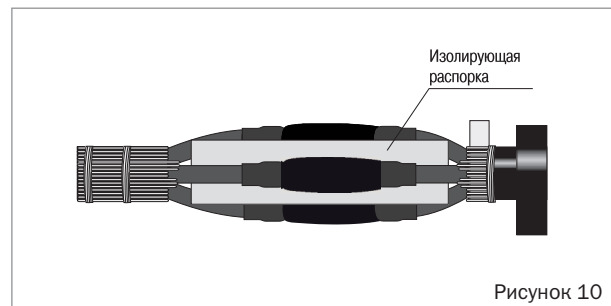

Рисунок 10
- Надвинуть двухслойную трубку черно-красного цвета, расположив её между отогнутыми экранами кабеля, и усадить, начиная с середины и далее в обе стороны кабеля (рисунок 10).
- Вставить между жилами кабелей изолирующую распорку симметрично относительно центра муфты (рисунок 10). Сжать вместе жилы кабелей, расположив их как можно ближе друг к другу.